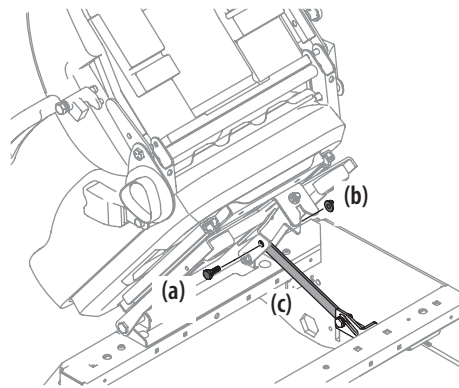

Figure 2-8
3. Installez le boulon à épaulement (a) et l'écrou autobloquant à bride (b) sur le support de verrouillage du siège (c). Voir Figure 2-8.